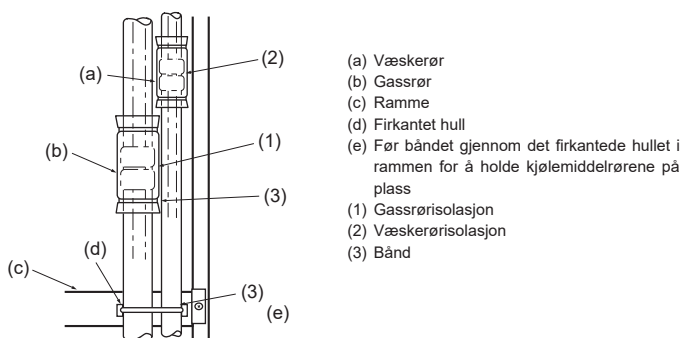

Fig. 4-5
Isoler overgangsskjøtene (1) og (2) på gass- og kjølemiddelrørene fullstendig. Hvis deler av skjøtene synes, kan det dryppe kondens. (Fig. 4-5)
- Fest gassrørisolasjonen (1) og væskerørisolasjonen (2) i begge ender slik at de ikke glir ned og havner ved siden av hverandre.
- Når isolasjonen er festet, bruker du et bånd (3) til å feste kjølemiddelrøret til rammen (under rørskjøtdelen). Dette forhindrer at kjølemiddelrøret løftes opp av rammen. (Når kjølemiddelrøret er utenfor rammen, kan ikke gitteret monteres.)